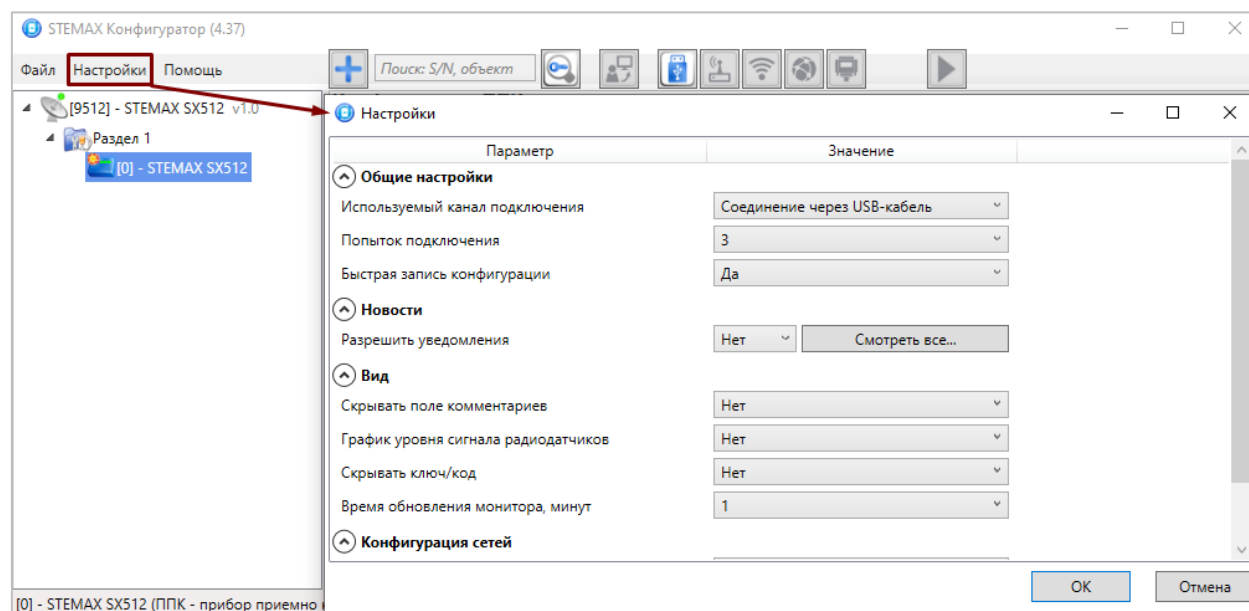

Рисунок 4.10 — Окно *Настройки*
Для того чтобы выбрать метод соединения, в окне *Настройки* выберите необходимый вариант в раскрывающемся списке *Используемый канал подключения* (см. рисунок 4.10) **или** нажмите соответствующую кнопку в основном окне программы (см. рисунок 4.11). В окне *Настройки* также может быть выбрано количество попыток подключения (в соответствующем раскрывающемся списке).
- 1) Откройте окно *Настройки* (см. рисунок 4.10)